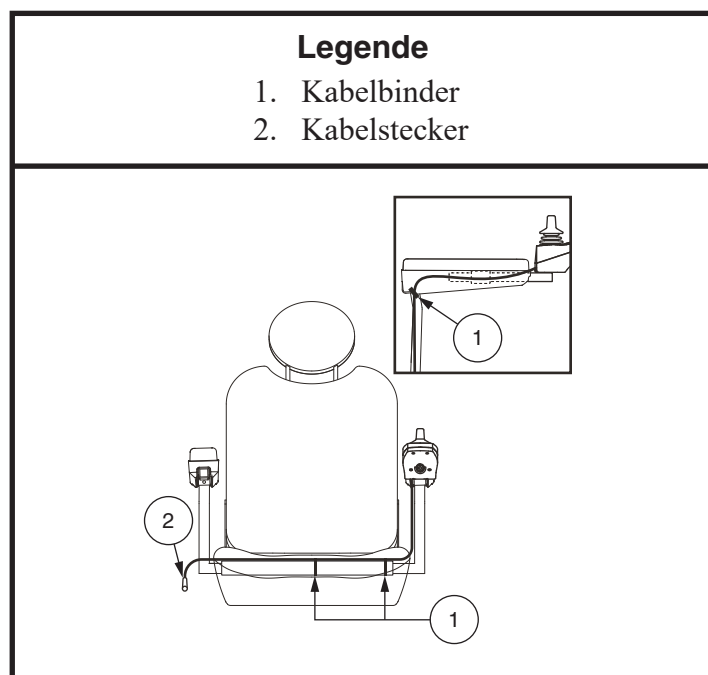

Bild 7. Kabelführung des Steuerkabels auf einem Kontursitz
3. Heben Sie die Armlehne senkrecht an. Das Steuerungskabel dann wie in **Bild 7** gezeigt führen und mit Kabelbindern sichern.